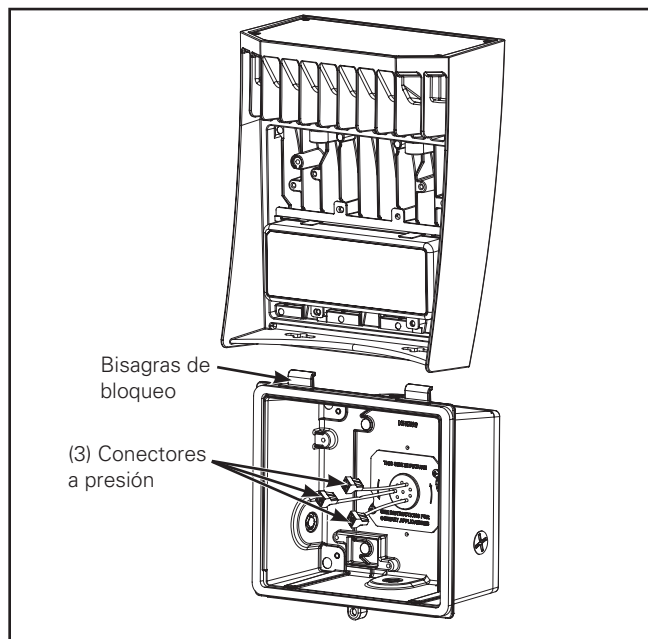

Figura 1.
1. Desatornille la puerta con el destornillador Phillips. Extraiga la puerta de la caja trasera y asegure la puerta en las bisagras de sujeción ubicadas en la parte superior de la caja trasera. (Figura 1.)
8. Fije la puerta en las bisagras de bloqueo ubicadas en la parte superior de la caja trasera (Figura 1). Vuelva a conectar el cable con conexión a tierra de la cubierta frontal y los cables negros y blancos en el controlador. Utilice los conectores de sujeción a presión para realizar conexiones de luminarias y cables. (Ver la sección de Diagramas de cableado.)